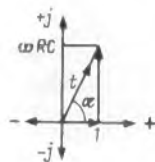
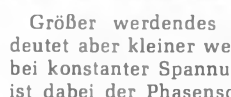

Bild 7. Grafische Darstellung des Teilverhältnisses eines Phasenschiebers nach Bild 6
Bild 9. Dreigliedriger Phasenschieber
durch  $j$  gekennzeichnet =  $\omega RC$ ) und zweitens frequenzabhängig ist ( $\omega = 2\pi f$ ). Die grafische Darstellung von  $t$  ist anschaulicher. Wir tragen den Realteil in waagerechter, den Imaginärteil in senkrechter Richtung auf und erhalten in Bild 7 für bestimmte Werte  $R$  ( $\Omega$ ),  $\omega$  (Hz) und  $C$  (F) das Teilverhältnis  $t$  als Summe von Real- und Imaginärteil. Der Realteil bleibt konstant 1. Der Imaginärteil hingegen ändert sich, wenn  $R$ ,  $C$  oder  $\omega$  verändert werden. Je größer wir eine dieser Komponenten machen, desto größer wird  $t$ , desto größer wird, wie man Bild 7 entnehmen kann, aber auch der Winkel  $\alpha$ .
Wenn wir nun den Spannungsteiler nach Bild 6 so dimensionierten, daß er die Phase nicht um  $90^\circ$ , sondern nur um z. B.  $70^\circ$  dreht, dann würde  $U_2$  nicht null, weil  $t$  nicht unendlich wird, wie man Bild 7 entnehmen kann. Allerdings muß man dann mindestens drei solcher Phasenschieber hintereinanderschalten, um die Phasenumkehr von  $180^\circ$  zu erhalten. Wählt man die Phasendrehung je Glied noch kleiner (macht man also  $t$  noch kleiner), so wird auch  $U_2$  größer und damit die erforderliche Verstärkung  $v$  kleiner, das setzt dann aber vier oder mehr Glieder hintereinander voraus. Wir beschränken uns auf die dreigliedrige Kette, wie sie in Bild 9 dargestellt ist.
bzw.  $R_2, C_2$  die Phase in unterschiedlichem Maße. In  $R_3, C_3$  haben wir genau die Verhältnisse, wie sie in Bild 6 dargestellt wurden, und wir finden auch die Lösung für  $t$  grafisch wie in Bild 7. Für  $R_2, C_2$  sieht es schon anders aus: Der Widerstand  $X$  aus Bild 6 setzt sich hier nämlich aus  $C_2$  und der ihm parallelgeschalteten Reihenschaltung  $R_3, C_3$  zusammen. Um das Verhältnis  $U_1/U_2$  dieser Anordnung mit elementaren Mitteln zu berechnen, würde man die Reihenschaltung  $R_3, C_3$  in eine Parallelschaltung umrechnen, und man würde die daraus erhaltene Parallelkapazität zu  $C_2$  addieren.